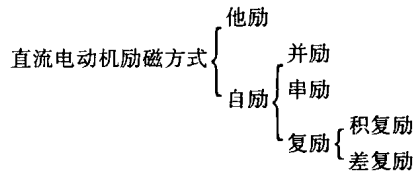

图 1-1-8 直流电动机励磁方式
(2) 额定功率  $P_N$ ：电动机在额定情况下工作时，转轴上所允许输出的机械功率，单位为 kW。
(3) 额定电压  $U_N$ ：在额定运行情况下，从电刷两端输入给电动机的电源电压，单位为 V。
(4) 额定电流  $I_N$ ：电动机长期连续运行时，允许从电刷输入给电枢绕组中的电流，单位为 A。
(5) 额定转速  $n_N$ ：电动机处于额定状态下运行时，电动机转子的转速。单位为 r/min。
(6) 励磁方式：指电动机励磁绕组连接和供电方式。直流电动机励磁方式通常有以下几种，见图 1-1-8。